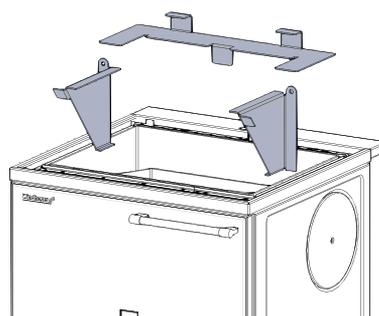

Fig. 14 Estrarre le lamiere di deviazione del tiraggio
2. Estrarre verso l'alto come in fig. 14 le lamiere di deviazione del tiraggio e pulirle.
Come soluzione provvisoria, nel caso della VestoWIN Klassik 220 è possibile rimuovere le lamiere laterali di deviazione del tiraggio (Fig. 14) (riduzione della resistenza).